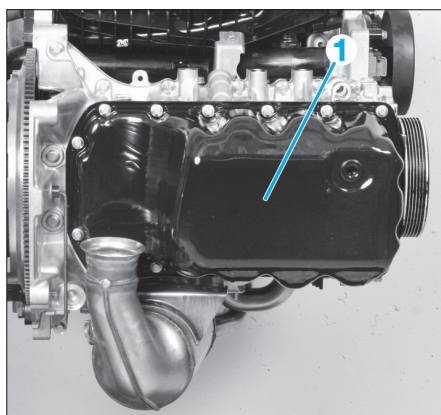

Fig. 58
- Déposer le carter d'huile (1) (Fig.58).